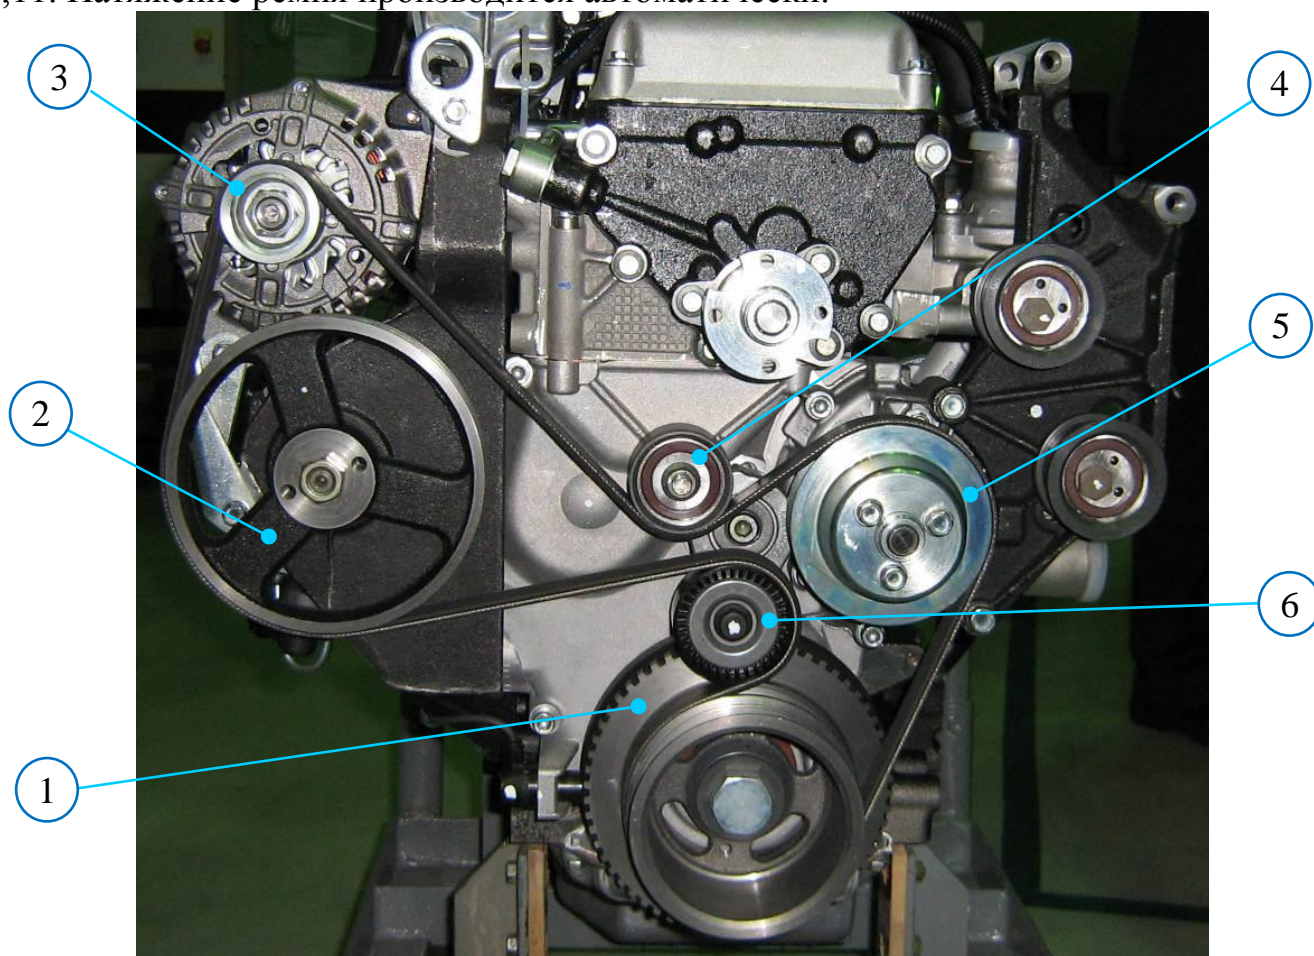

Рис.46. Привод водяного насоса, генератора и ТНВД:
**Привод водяного насоса** (рис.46) осуществляется от шкива коленчатого вала поликлиновым ремнем 51432.1308020 «6РК1600» (эффективная длина ремня  $1600 \pm 5$  мм) (рис.47) совместно с генератором и ТНВД. Передаточное отношение привода – 1,11. Натяжение ремня производится автоматически.